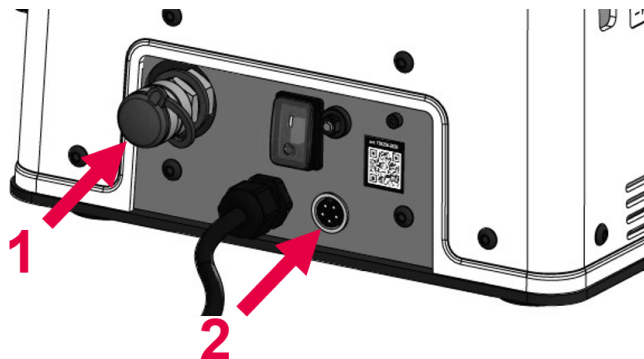

Abb. 4: Anschlüsse Elektrohydraulikpumpe AHP-S
- Schließen Sie den Hydraulikschlauch an der Schnellverschlusskupplung (Abb. 4, Pos. 1) der Elektrohydraulikpumpe an.
- Schließen Sie den mitgelieferten Handschalter an die 5-polige Buchse an (Abb. 4, Pos. 2).